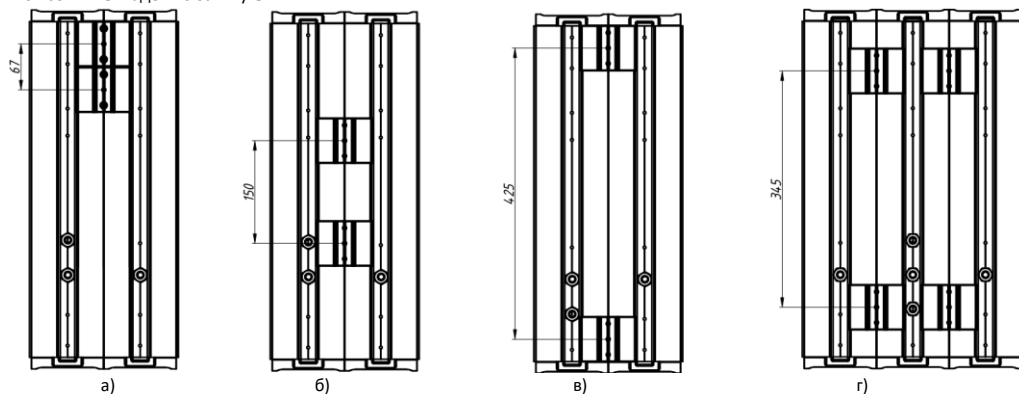

Рисунок 14 — Расположение планок (на примере Element 0,5x2 и 0,5x3) для установки креплений:
5.11.1. Для установки крепления на светильники Element 0,5x2; 0,5x3; 1x2; 1x3 на корпусе предусмотрены Планки соединительные. Перед установкой крепления отрегулируйте положение планок на корпусе в соответствии с ответными отверстиями на устанавливаемом креплении (Рисунок 14).